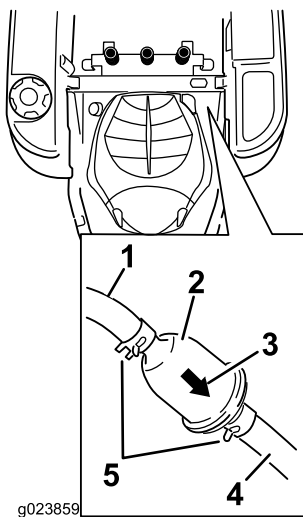

Figura 34
3. Localice el filtro de combustible en el lado izquierdo del motor (Figura 34).
4. Apriete los extremos de las abrazaderas y deslícelas por la manguera alejándolas del filtro (Figura 34).
7. Acerque las abrazaderas al filtro (Figura 34) para sujetarlo.